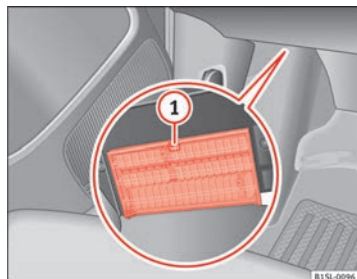

Fig. 147 Debajo del tablero de instrumentos del lado del conductor: tapa de la caja de fusibles.
- **Abrir:** presione la palanca de bloqueo ⇒ fig. 147 ① hasta que sea posible abrir la cubierta.
- **Cerrar:** abata la cubierta hacia arriba en la dirección contraria a la flecha hasta que encastré de forma audible en la palanca de bloqueo ①.